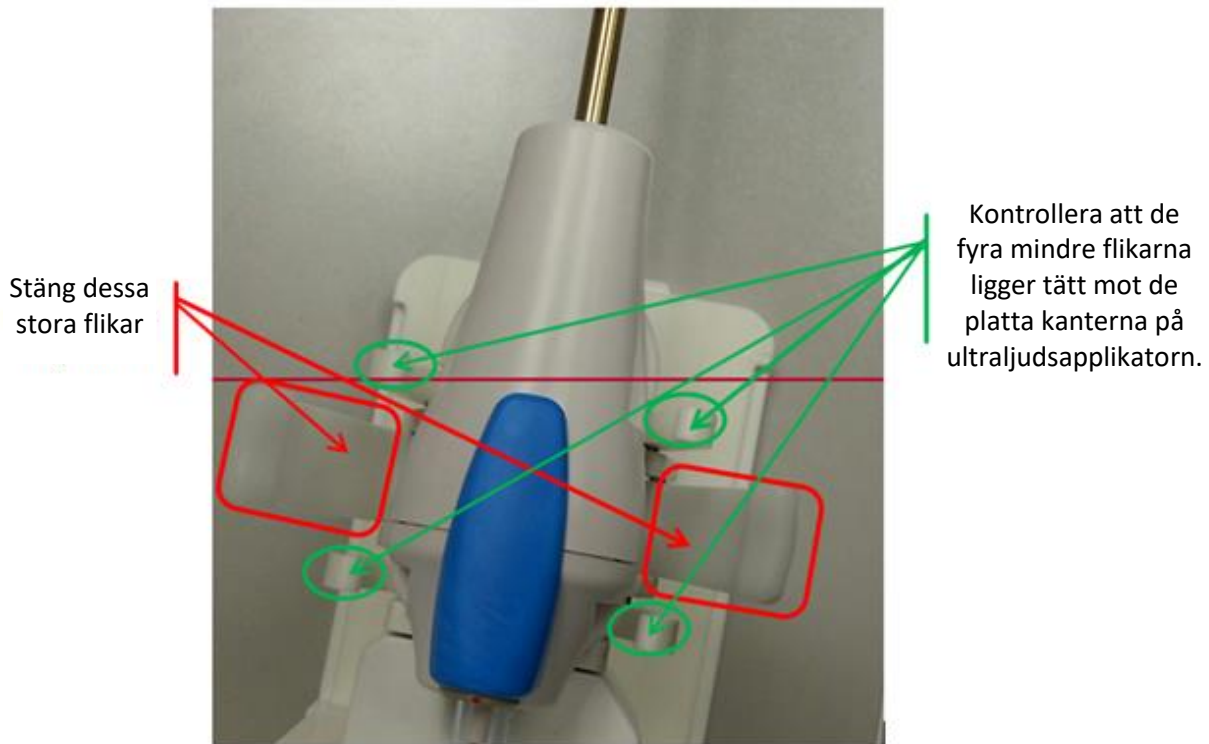

Bild 32: Ultraljudsapplicatorn vilar på positioneringssystemet och ultraljudsapplicatorns handtag sitter i hållaren
6. **MR-tekniker:** Fäst ultraljudsapplikatorns handtag i hållaren på positioneringssystemet (*Bild 32*). Se till att ultraljudsapplikatorn inte tvingas på plats. I så fall lossar du ultraljudsapplikatorn från hållaren och justerar positioneringssystemets axlar för att förbättra inriktningen med ultraljudsapplikatorn. Se till att frigöringsrattarna för uppåt, nedåt och lutning på positioneringssystemet är låsta innan du fäster ultraljudsapplikatorn i hållaren.